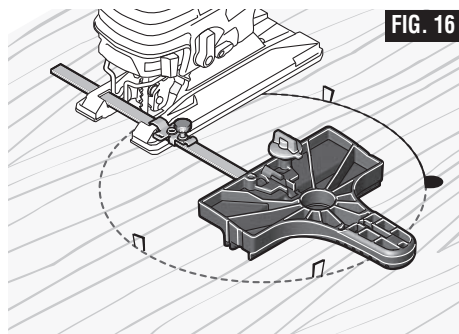

FIG. 16
- Placez de petits coins dans la coupe comme illustré à la Fig. 16, afin d'empêcher le cercle intérieur de s'étendre lorsque vous approcherez de la fin de la coupe.